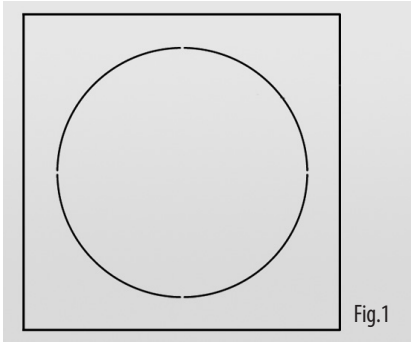
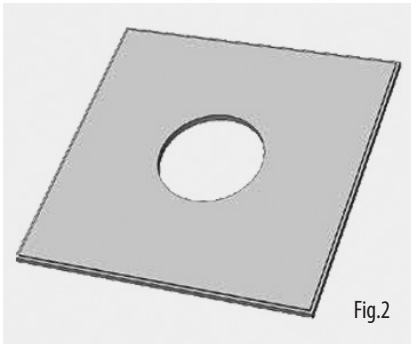
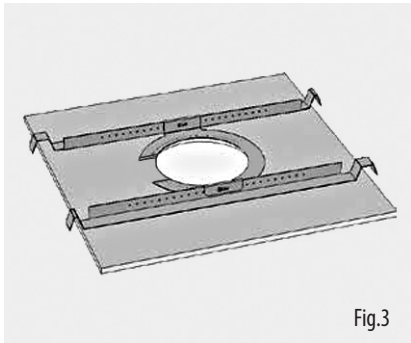

Fig.1
Fig.2
Fig.3
2. Die Lautsprecher werden mit einer Standard-Lautsprecherkabelklemme (Abb. 1) und einer optionalen Verschraubung für EN5424-Anwendungen (Abb. 2) geliefert. (Bitte beachten Sie, dass EN5424 die Subwoofer CVS 801SX und CVS 801SX LZ nicht abdeckt.)
3. Führen Sie das Kabel durch und befestigen Sie es am Euro-Stecker (Abb. 3). ‘
4. Verwenden Sie für den Anschluss an einen Verstärker die Pins 1 und 2 (Abb. 3, 4, 5):
2. Corte o orifício na placa do forro com uma serra circular ou serra de almofada (Fig.2). Coloque o anel em C e a ponte de ladrilhos no topo do painel do teto, alinhando o anel em C sobre o orifício e aparafuse o anel em C na ponte de ladrilhos usando os fixadores fornecidos. (Fig.3)
Se estiver usando uma chave de força, a Tannoy recomenda um ajuste de torque de 1,5 Nm. (Fig.3)
2. Os alto-falantes vêm com uma braçadeira de cabo de alto-falante padrão (Fig.1) e uma bucha opcional para aplicações EN5424 (Fig.2). (Observe que o EN5424 não cobre os subwoofers CVS 801SX e CVS 801SX LZ.)
3. Passe o cabo e fixe-o no conector do tipo Euro (Fig.3).'
4. Para conexão a um amplificador, use os pinos 1 e 2 (Figs.3, 4, 5):
- 1. Rimuovere il pannello del controsoffitto dal telaio e posizionarlo su una superficie piana. Contrassegnare l’area ritagliata sul pannello del controsoffitto tracciando intorno al modello fornito. (Fig. 1)
- 2. Ritagliare il foro nel pannello del soffitto utilizzando una sega circolare o una sega circolare (Fig.2). Posizionare l’anello a C e il ponte di piastrelle sulla parte superiore del pannello del soffitto, allineando l’anello a C sul foro e avvitare l’anello a C al ponte di piastrelle utilizzando i fissaggi forniti. (Fig.3)
1. Contrassegnare l'area ritagliata sul soffitto tracciando intorno al modello fornito. (Fig. 1)
2. Ritaglia il foro nel soffitto usando una sega a disco, quindi fai scorrere l'anello a C nel soffitto, allineandolo al foro ritagliato. (Fig.2)
Se si utilizza un driver di potenza, Tannoy consiglia una coppia di serraggio di 1,5 Nm. (Fig.3)
1. Inchioda o avvita l'anello di gesso ai travetti. (Fig. 1)
3. Ritaglia il foro nel soffitto usando una sega a disco. (Fig.2)
2. Gli altoparlanti vengono forniti con un pressacavo standard per altoparlanti (Fig.1) e un pressacavo opzionale per applicazioni EN5424 (Fig.2). (Si prega di notare che la EN5424 non copre i subwoofer CVS 801SX e CVS 801SX LZ.)
3. Fate passare il cavo e collegatelo al connettore di tipo Euro (Fig.3). '
4. Per il collegamento a un amplificatore, utilizzare i pin 1 e 2 (Fig. 3, 4, 5):
2. Zaag het gat in de plafondtegels uit met een cirkelzaag of cirkelzaag (Afb.2). Plaats de C-ring en tegelbrug bovenop het plafondpaneel, lijn de C-ring uit over het gat, en schroef de C-ring op de tegelbrug met behulp van de meegeleverde bevestigingen. (Afb.3)
Bij gebruik van een power driver adviseert Tannoy een aanhaalmoment van 1,5 Nm. (Afb.3)